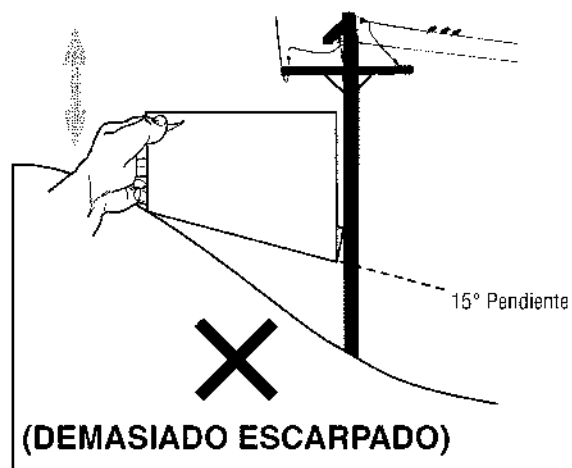

Figura 2
3. Alinee cada lado de pendiente de calibre con el objeto vertical (consultar Figura 1 and Figura 2)
4. Ajuste el pendiente de calibre arriba o hacia abajo hasta los toques esquina izquierda el pendiente (consultar Figura 1 and Figura 2).